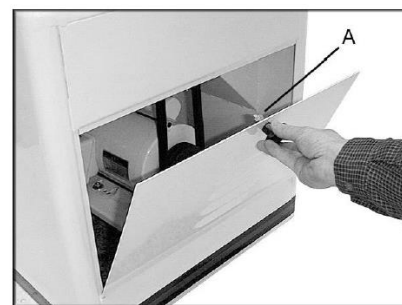

Рис. 8
Установите крышку, установив нижнюю часть панели в нишу в стенде и закрепив ее защелкой (Рис. 8).
2. Ослабьте шестигранную контргайку (A, Рис. 8). Поверните защелку на четверть оборота по часовой стрелке, чтобы затянуть, а против часовой стрелки - ослабить.
3. Затяните контргайку (A, Рис. 8).